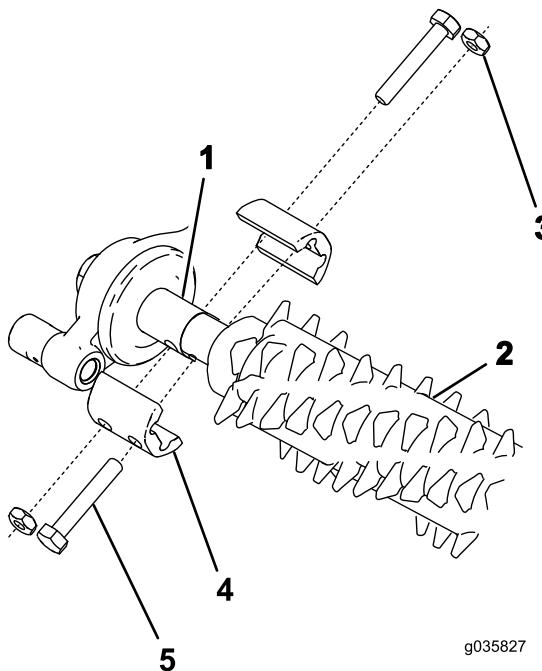

Figure 14
2. Alignez le groomer et les arbres courts d'entraînement du boîtier d'entraînement et de l'ensemble de tension (Figure 14).
3. Fixez le groomer sur la machine à l'aide de 4 boulons ( $\frac{1}{4}$ " x  $1\frac{1}{2}$ "), 4 écrous de blocage et 4 colliers d'arbre, comme montré à la Figure 14.